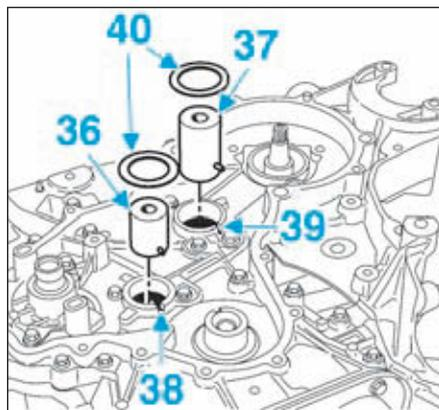

FIG.72
- Reposer les arbres intermédiaires N°1 (36) et N°2 (37) en positionnant les goupilles dans les rainures (38) et (39) (Fig.72).